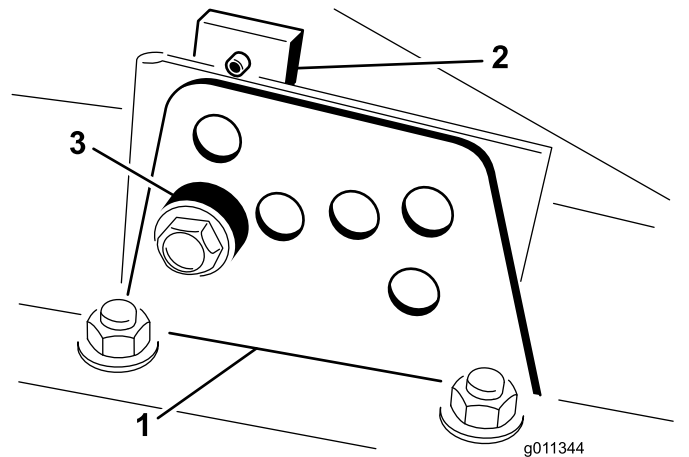

図 22
4. チェンバを支えておきながらスペースを取り外す 図 22。
2. 図 22 のように、各刈り高ブラケットを刈り高プレート前と右と左に固定しているボルトをゆるめる。